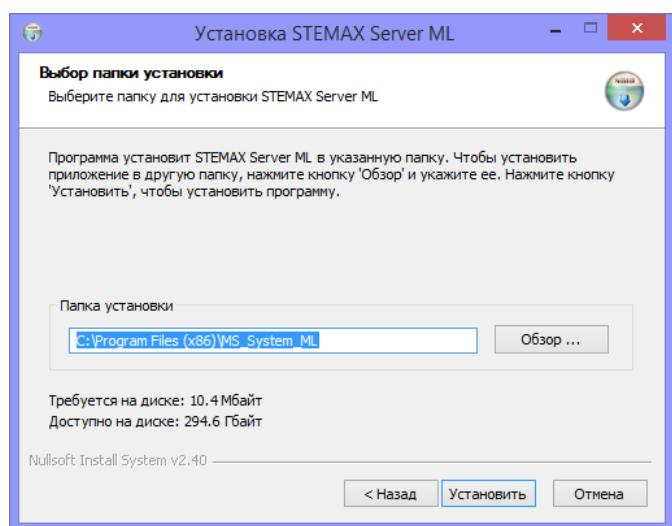

Рисунок 2.2 – Выбор папки установки
3. В следующем окне выберите папку установки и нажмите кнопку **Установить** (см. рисунок 2.2).